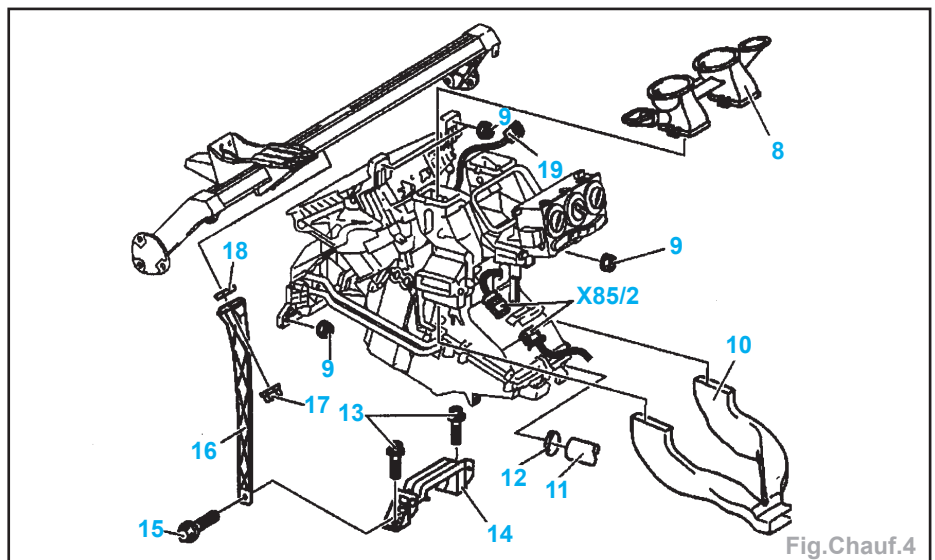

Fig.Chauf.4
- le conduit d'air (8) (Fig.Chauf.4),
- le connecteur (19) de l'allumeur de l'airbag du passager et dégager le câble,
- Déposer l'étrier d'appui (16) de la planche de bord.
- le support (14),